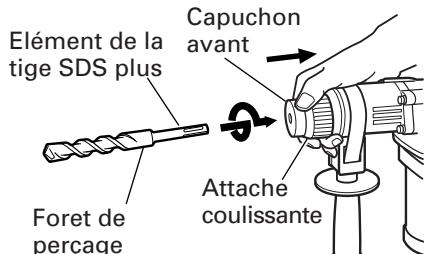
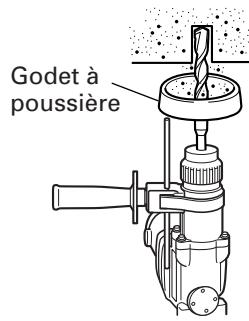
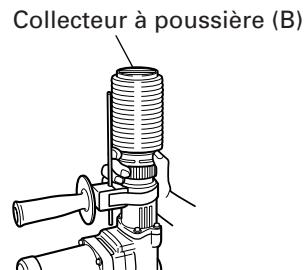

Fig. 2
Fig. 3
Fig. 4
## 6. Montage du foret de perçage (Fig. 2)
- (1) Pour fixer un foret de perçage (tige SDS plus), tirer complètement l'attache coulissante dans le sens de la flèche, comme indiqué sur la Fig. 2, puis insérer le foret tout en le faisant tourner jusqu'à ce qu'il atteigne le fond.
- (2) Lorsque l'attache coulissante est relâchée, le foret est fixé.
- (3) Pour retirer le foret de perçage, tirer complètement l'attache coulissante dans le sens de la flèche et sortir le foret.
7. Lors de l'installation de la capuchon à poussière ou du collecteur de de poussière (B) (accessoires en option) (Fig. 3, Fig. 4)
Utiliser la capuchone à poussière en la fixant au foret comme montré dans la Fig. 3.
Lors de l'utilisation du collecteur à poussière (B), l'insérer par le bout du foret en l'alignant avec la rainure sur la poignée. (Fig. 4)